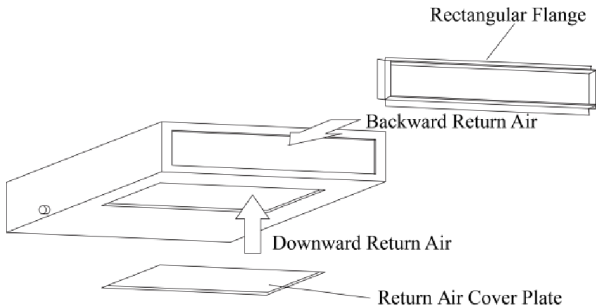

Fig. 11
a. La posizione di installazione predefinita della flangia rettangolare si trova sul retro, mentre il coperchio dell'aria di aspirazione si trova sulla parte inferiore, come illustrato in Fig. 11.